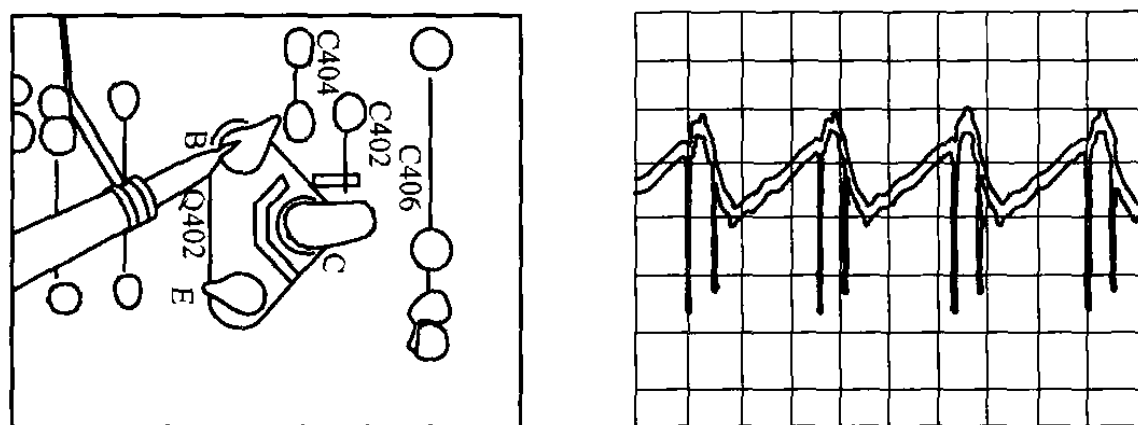

图 2-45 检测 Q402 的基极
⑤ 如果行激励晶体管 Q401 工作正常的话,接下来继续用示波器检测行输出级晶体管 Q402 的基极,检测部位及正常的信号波形如图 2-45 所示。这个信号经 T401 后,其电压幅变小,大约为 26 V,但是电流变大